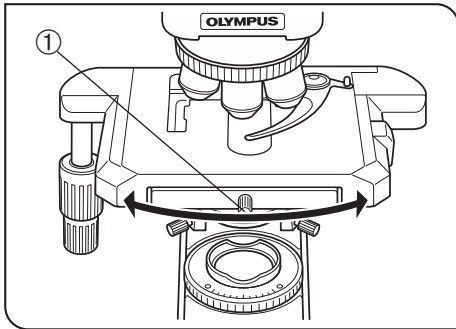

図 31
**4 ステージの回転 (図 31)**
- 1) ステージ固定ねじ①を少しゆるめます。